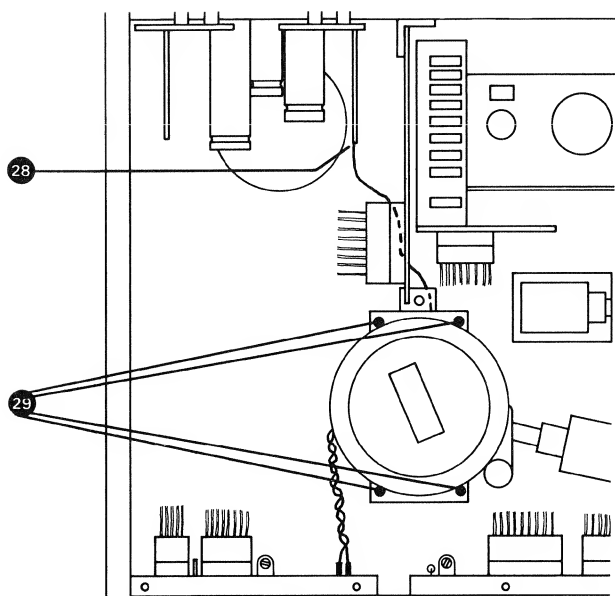

Fig. 2.10.-1
- Anschlusskabel (30) (Fig. 2.10.-1) des Abtasters von der Capstan-Geschwindigkeitssteuerung (A15) abziehen.
- 3 AMP-Flachstecker (28) (Fig. 2.10.-1) aus Capstanmotor-Regler (A16) ziehen.
- 4 Schrauben (29) (Fig. 2.10.-1) lösen.
- Take off the connecting cable (30) (fig. 2.10.-1) to the capstan speed control scanner (A15).
- Pull out 3 flat AMP plugs (28) from the capstan motor controller.
- Remove 4 screws (29) (fig. 2.10.-1).